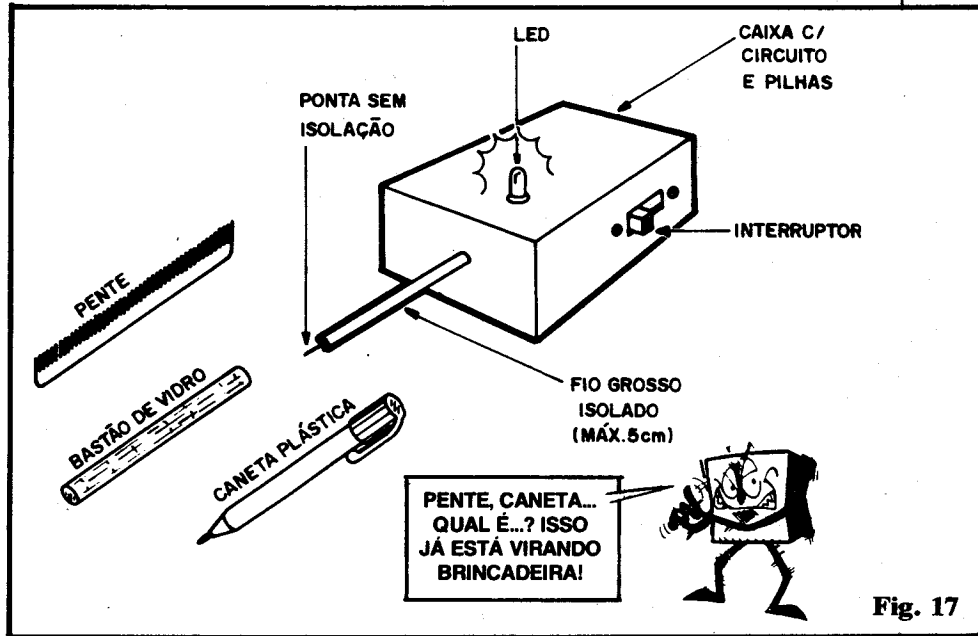

Fig. 17
- FIG. 17 - Se a "coisa" for realizada com "capricho", e em caráter definitivo, o circuito poderá ser acondicionado numa pequena caixa plástica, com a "antena" sensora sobressaindo de uma das laterais menores, o LED na parte superior (tampa) e o interruptor